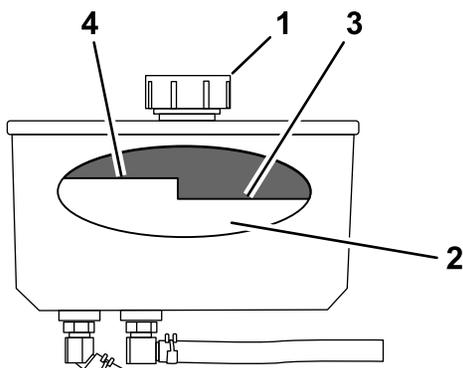

Figura 76
4. Limpie alrededor del cuello de llenado y el tapón del depósito de aceite hidráulico (Figura 76).
5. Retire el tapón del cuello de llenado. Mire dentro para comprobar el nivel de aceite en el depósito. (Figura 76).